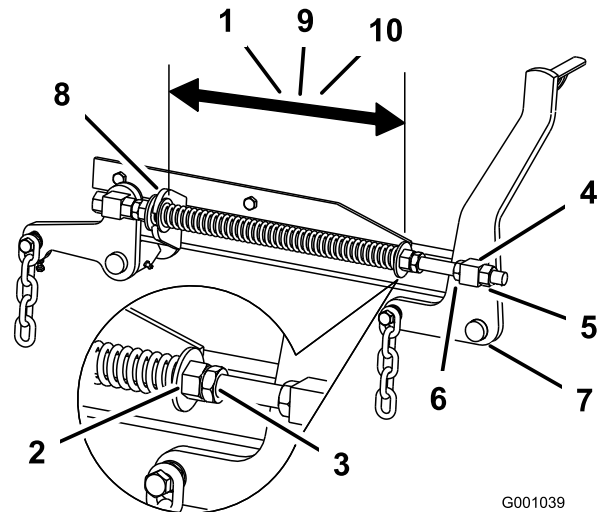

Figure 100
coupe de 132 cm, de 26,7 cm pour les plateaux de coupe de 152 cm ou de 29,2 cm pour les plateaux de coupe de 183 cm (Figure 100).
3. Réglez cette distance en desserrant l'écrou de blocage du ressort et en tournant l'écrou devant chaque ressort (Figure 100).
4. Bloquez l'écrou en position en serrant l'écrou de blocage du ressort (Figure 100).